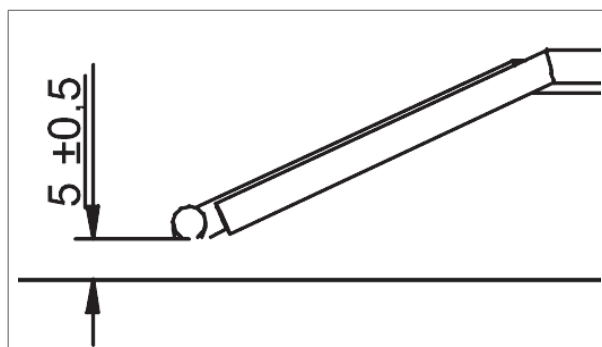

Figure 26 - Distance entre l'électrode et le brûleur
- a. La distance entre l'électrode et le brûleur doit être égale à  $5,0 (\pm 0,5)$  mm (figure 26).